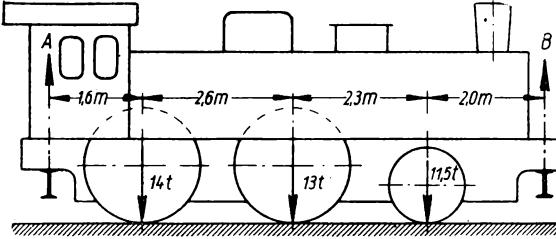

Bild 151
- 285.** Eine Lokomotive von den gegebenen Achsdrücken (Bild 151) wird nach Abkupplung des Tenders in der Werkstatt durch den Laufkran mittels untergeschobener Querträger A und B aufgehoben, um auf ein anderes Gleis versetzt zu werden. Die Belastungen A und B der beiden Winden des Laufkrans sind zu berechnen.